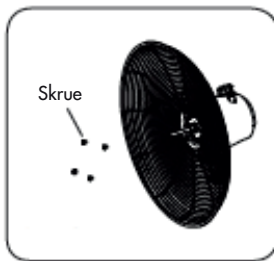

Fig. 1
1. Løsne viftemutteren og mutteren til gitteret ved å vri viftemutteren med urviserne og gittermutteren mot urviserne. Sett det bakre gitteret i riktig posisjon (håndtaket opp), og skru på gittermutteren til den sitter fast. (Fig. 1)